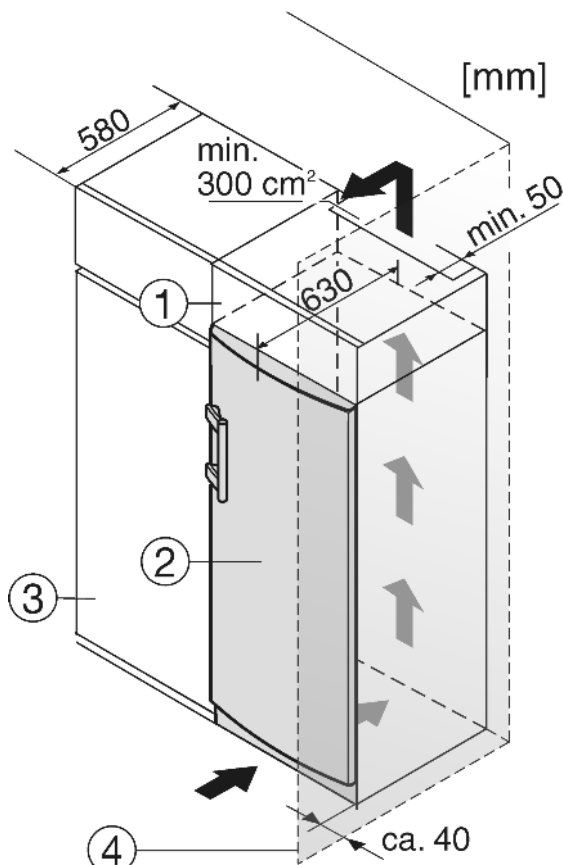

Fig. 8
- (1) Дополнительный шкафчик
(2) Устройство
- (3) Кухонный шкаф
(4) Стенка
Устройство может быть окружено предметами кухонной обстановки. Чтобы уравнивать устройство Fig. 8 (2) по высоте с кухонной стенкой, можно установить над устройством соответствующий дополнительный шкафчик Fig. 8 (1).
При комбинировании с обычными кухонными шкафами (глубина макс. 580 мм) устройство можно установить непосредственно рядом с кухонным шкафом Fig. 8 (3). Дверь устройства выступает по сторонам на 34 мм и по центру устройства на 50 мм относительно передней стенки кухонного шкафа. Поэтому ее можно свободно открывать и закрывать.
Если устройство установлено на шарнирах у стены *Fig. 8 (4)*, то расстояние между устройством и стеной должно быть не менее 40 мм. Настолько выступает ручка при открытой дверце.